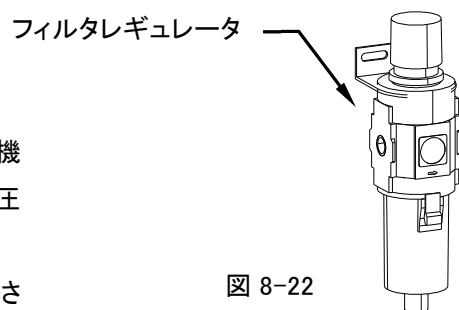

図 8-22
8.3.10 フィルタレギュレータ (図 8-22)
2) 圧力設定法 (図 8-22)